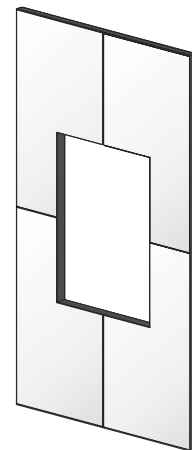

Abbildung 2 – Beispiel für die Verpackung der Keramikfliesen
- ✓ das zweite Frachtstück enthält die Keramikverkleidung (Abb.2)